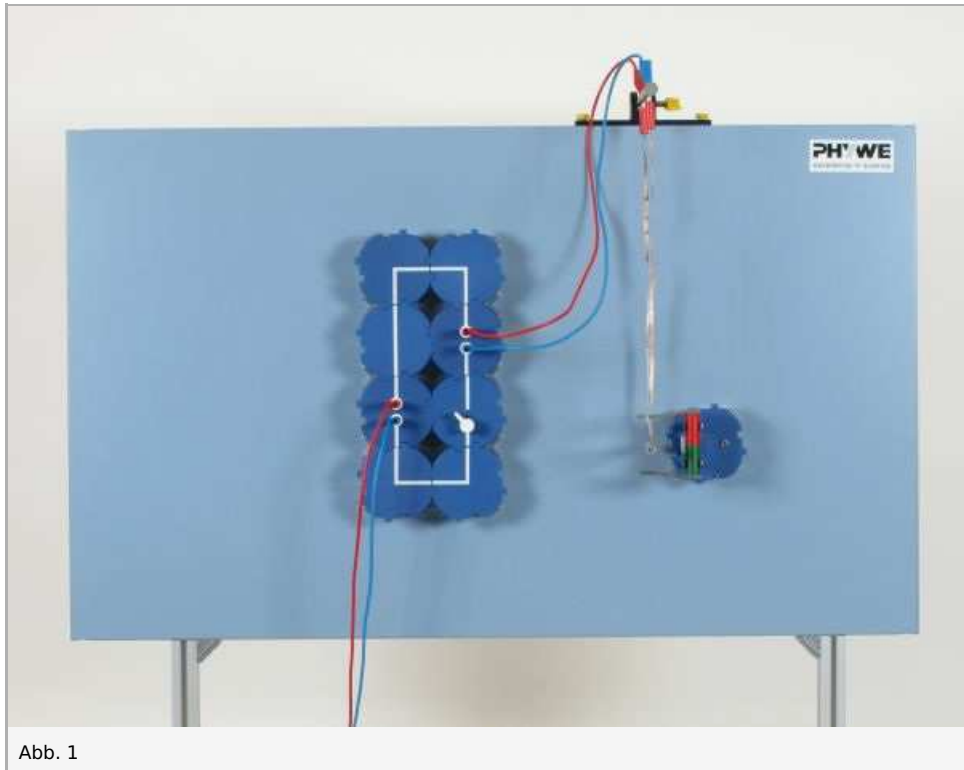
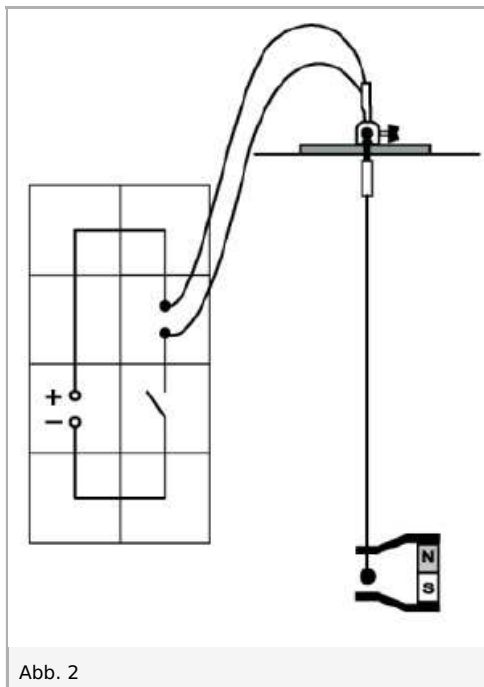

Abb. 1
Abb. 2
- Versuch entsprechend Abb. 1 aufbauen; dabei die Muffe auf Träger am oberen Rand der Demo-Tafel festschrauben, Verteilerstütze mit der Muffe halten, die Leiterschaukel anhängen und Verbindungsleitungen anschließen (vgl. Abb. 2); auf den Halter für Galvanometermodell den Magnethalter aufstecken, den Magneten eindrücken und die Polschuhe so anbringen, dass sich die Mitte des waagerechten Teils der Leiterschaukel zwischen den Enden der Polschuhe befindet